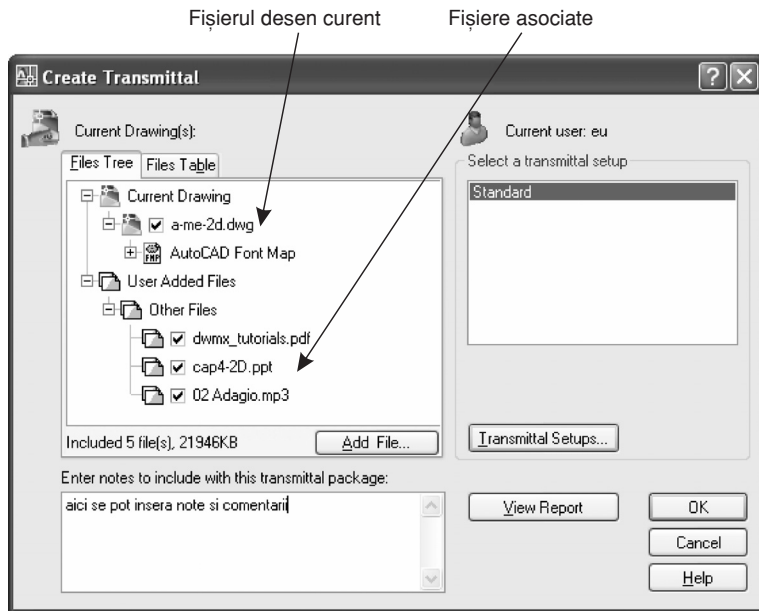

Fig. 4.24 Fereastra de dialog a comenzii **eTransmit**
Salvarea desenului alături de fișierele asociate (fonturi, referințe externe, dar și diverse fișiere adăugate de utilizator, în diverse formate), pentru a putea fi transmis prin e-mail, se poate obține prin comanda **eTransmit** din meniul *File*. Din fereastra de dialog a comenzii – Fig. 4.24 – se pot adăuga note și comentarii, iar prin butonul **Transmittal Setups** se poate opta pentru arhivarea întregului pachet, parolarea fișierului etc.
2. În fereastra de dialog **Create Transmittal** din Fig. 4.24, se acționează butonul **Add File**.